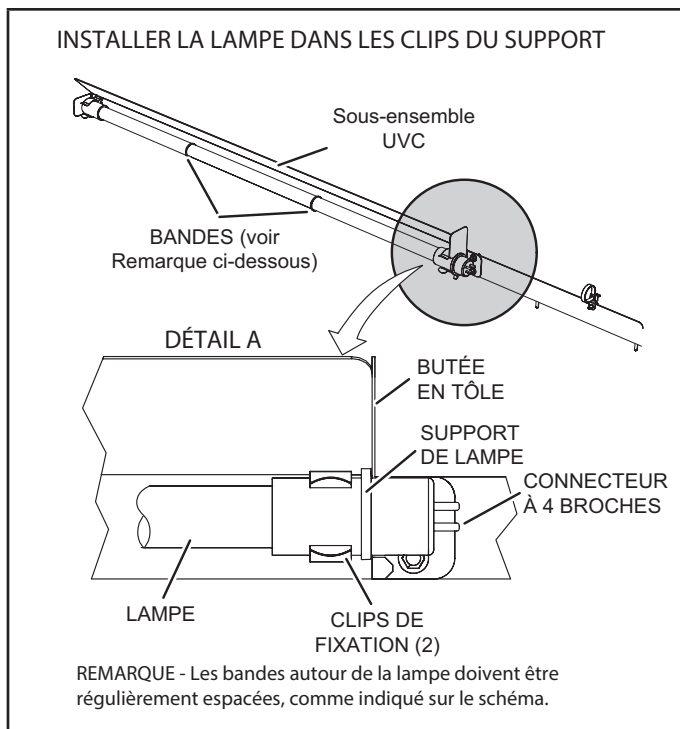

FIGURE 43
- 6 - Porter des gants en coton ou utiliser un chiffon en coton pour manipuler la nouvelle lampe. Placer la nouvelle lampe dans les clips de fixation de l'ensemble UVC. Vérifier que la bride de la lampe située à l'extrémité du connecteur est bien insérée entre le clip de fixation de la lampe et la butée métallique (voir FIGURE 43).